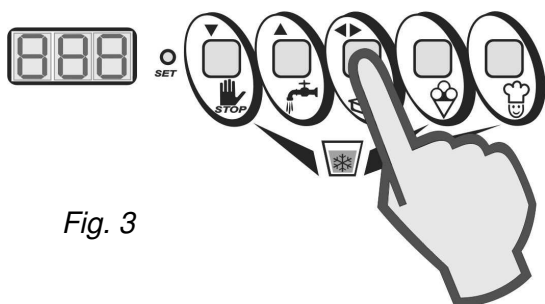

Fig. 3
- A continuación, presione la tecla Confirmación (◀▶) para iniciar el nuevo ciclo de producción de granizado (Fig. 3).